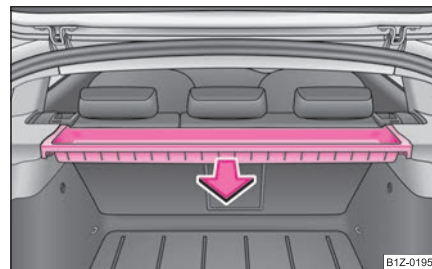

Fig. 117 Demontarea
- Prindeți compartimentul cu ambele mâini și trageți în sensul săgeții ⇒ fig. 117.